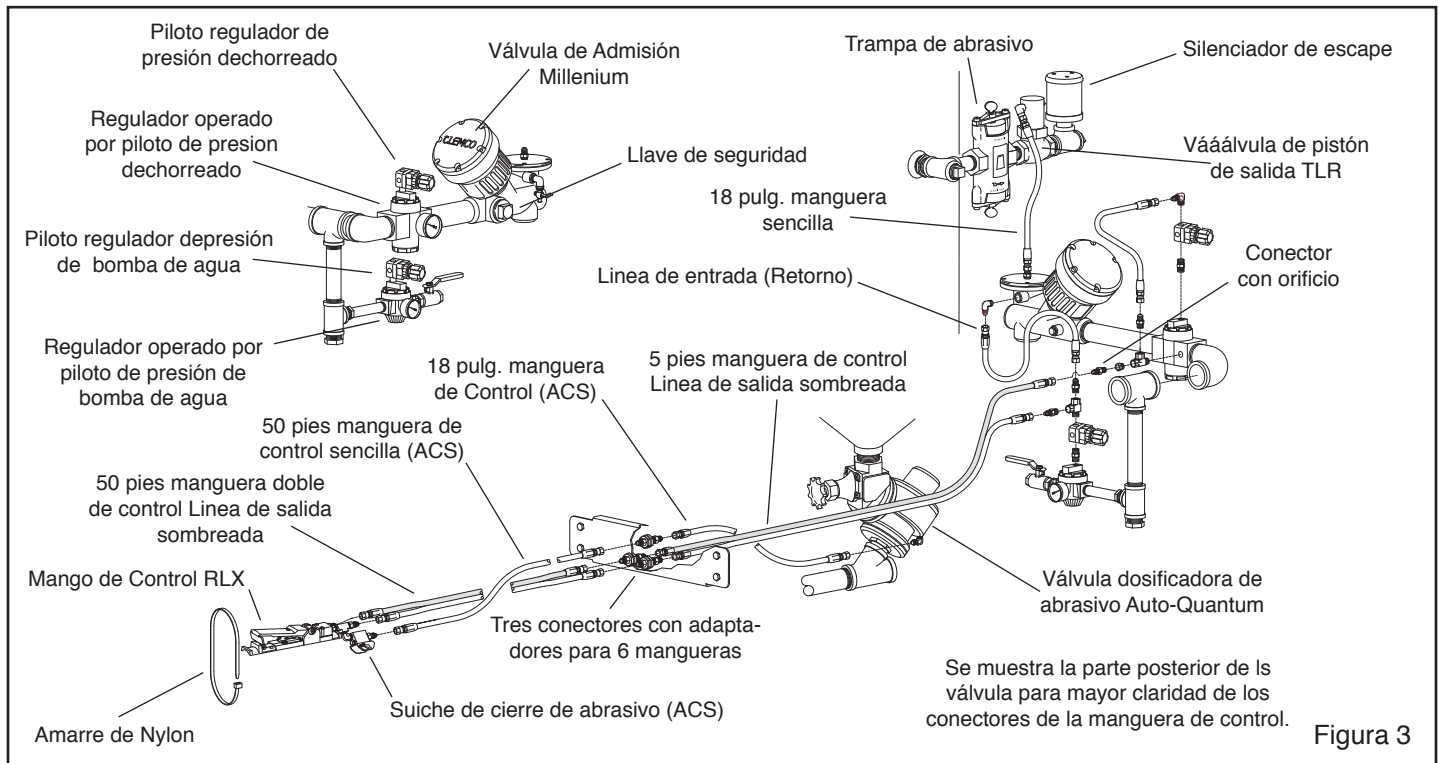

Figura 3
1.6.2 Controles remotos con corte de abrasivo (ACS. Los componentes se muestran en la Figura 3)
1.6.2.3 Los componentes del sistema de control remoto se muestran en la Figura 3. Ellos incluyen la válvula de admisión Millenium, válvula de salida tipo pistón, mango de control RLX, 50 piés de línea doble y sencilla de mangueras de control y todas las conexiones y mangueras de interconexión.
1.6.2.4 Los controles remotos de Clemco operan neumáticamente en aire de retorno. El aire de control viaja desde el orificio ubicado en la entrada del regulador de presión de chorreado, baja por la línea de salida (se muestra sombreada en la Figura 3) y se escapa a través del mango de control debajo de la manilla RLX. La válvula de admisión normalmente-cerrada permanece cerrada, y la válvula de salida normalmente-abierta permanece abierta. Mientras salga aire por las aberturas del mango, el sistema de control remoto permanece latente.